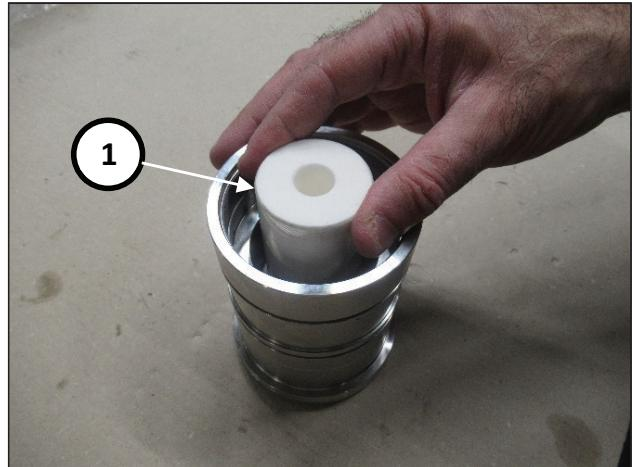

Fig. 175
Posicione a camisa na vertical em um plano e insira o pistão (pos. ①, Fig. 175) prestando atenção à orientação correta (furo grande para cima)